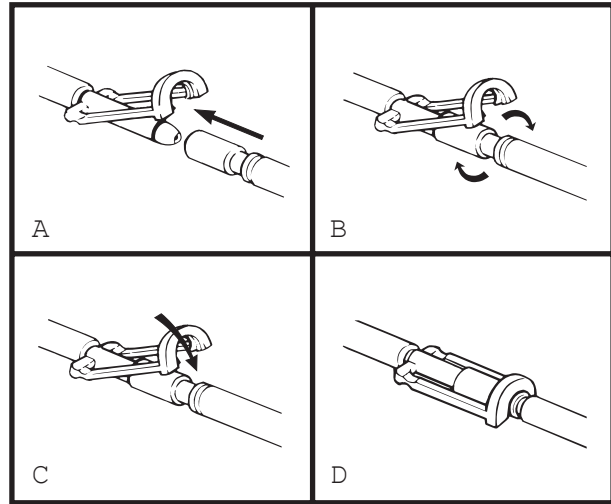

Figura 2—Conectores Klik-Tite®
1. Antes de proceder al llenado del sistema, conecte siempre una almohadilla T/Pad a la manguera conectora del sistema T/Pump o una entre sí los extremos de la manguera del sistema T/Pump (vea la figura 2). Elimine los dobleces de la almohadilla y de la manguera. Abra las abrazaderas de la manguera.
2.) El anillo de trabado del conector Klik-Tite no se encuentra encastrado en su lugar (vea la figura 2).	Encastre el anillo de trabado del conector Klik-Tite en su lugar.